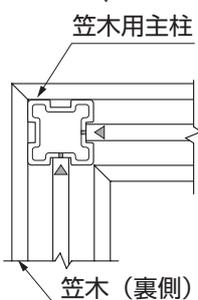

図7-3
- ② 笠木用主柱の上面とゲージプレートDの上面を合わせて5、6の孔に印をつけてください。
- ③ 印をつけた支柱溝部のネジ位置に、φ4.5の下孔とφ9サラ取り加工をしてください。
- ④ 笠木用主柱に笠木取付金具を、φ4×16サラタッピン3種で固定してください。
- ① 笠木取付金具の取付け位置は、図7-3を参照して下孔をあけてください。